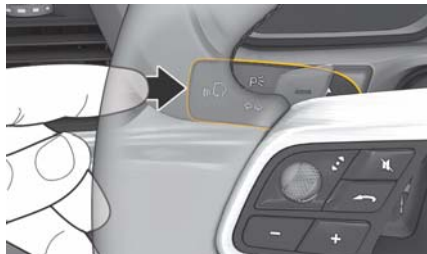

図 137: コントロール・レバーのボイス・コントロール・ボタン
1. コントロール・レバー (図 137) の  を短く押してください。
- ▶ コントロール・レバー (図 137) の  を押してください。
コントロール・レバーの  (図 137) ボタンは、アプリケーションに応じて様々な機能を起動します。